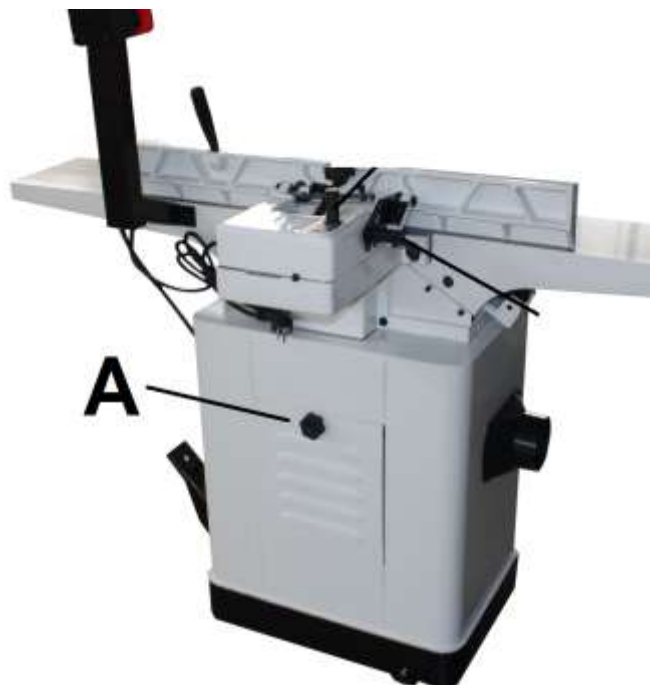

Рис. 8
Установите дверцу доступа, поместив нижнюю часть панели в подставку для доступа и закрепив ее поворотной защелкой (рис. 8).
2. Ослабьте ручку (А, рис.8). Поверните защелку на четверть оборота по часовой стрелке, чтобы затянуть, и против часовой стрелки, чтобы ослабить.
4. Затяните ручку (А, рис. 8).